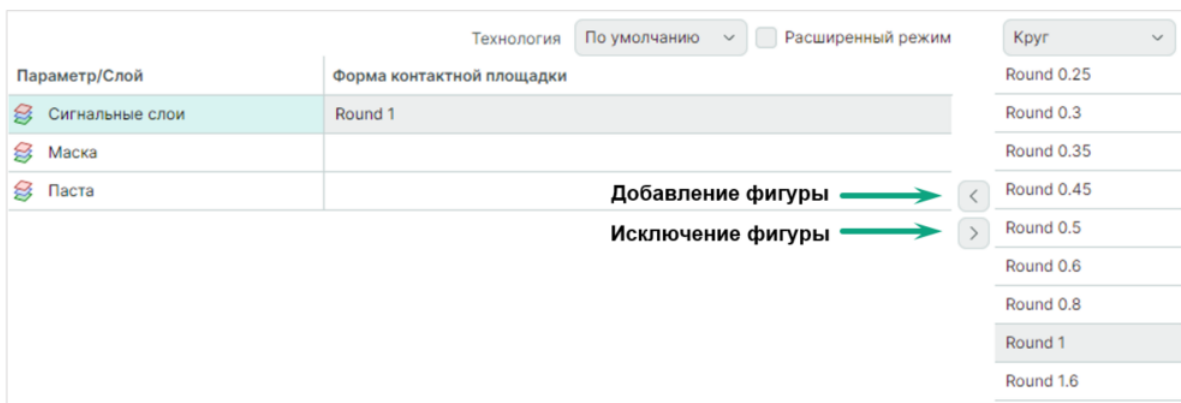

Рис. 45 Добавление/исключение фигуры на слой контактной площадки
4. Добавьте созданную форму на слой, нажав символ \leftarrow , см. Рис. 45.